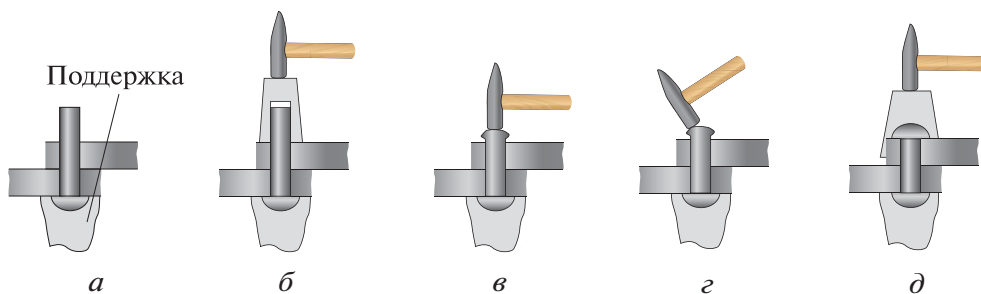

Рис. 5.47. Соединение деталей заклёпками с полукруглой головкой:
Последовательность соединения деталей заклёпками с полукруглыми головками (рис. 5.47)
- ▶ 1. Установить заклёпку в просверлённое отверстие (рис. 5.47, *а*).
- ▶ 2. Под закладную головку поставить поддержку (рис. 5.47, *б*) и ударами молотка по бойку натяжки осадить склёпываемые листы для устранения зазора между ними.
- ▶ 3. Осадить стержень. Удары молотком производить по центру стержня, пока не образуется «бочонок» (рис. 5.47, *в*).
- ▶ 4. Боковыми ударами молотка придать головке необходимую форму (рис. 5.47, *г*).
- ▶ 5. Обжимкой (рис. 5.47, *д*) с помощью молотка оформить замыкающую головку.